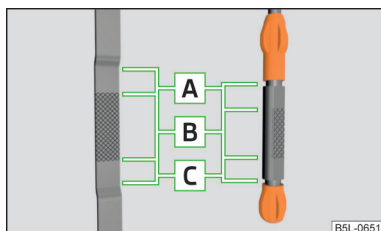

Fig. 160
- Dacă nivelul de ulei este situat deasupra zonei  » fig. 160 la pagina 210,  nu continuați deplasarea! Opriti motorul și apelați la asistență din partea unei unități specializate.
Joja indică nivelul uleiului » fig. 160.
Nivelul uleiului nu trebuie să fie în nici un caz, deasupra zonei A » fig. 160 - Pericol de deteriorare a instalației de evacuare a gazelor arse!